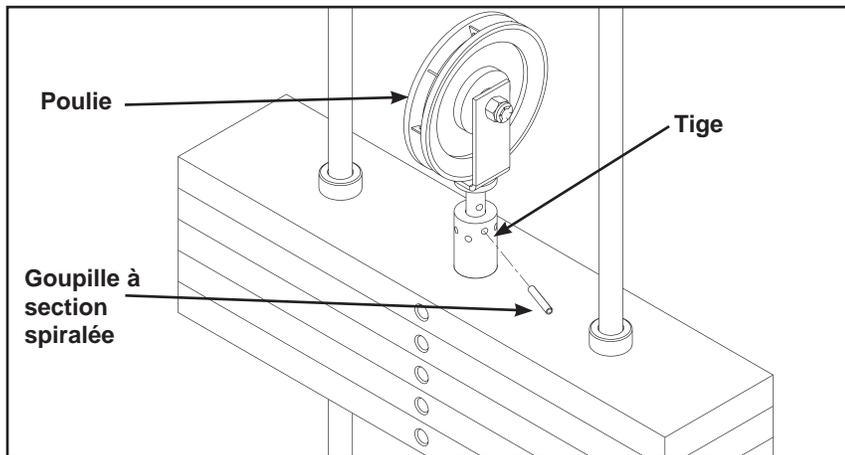

Figure 1
1. Notez l'emplacement de la goupille cylindrique dans la garniture de câble. Reportez-vous à la figure 1.